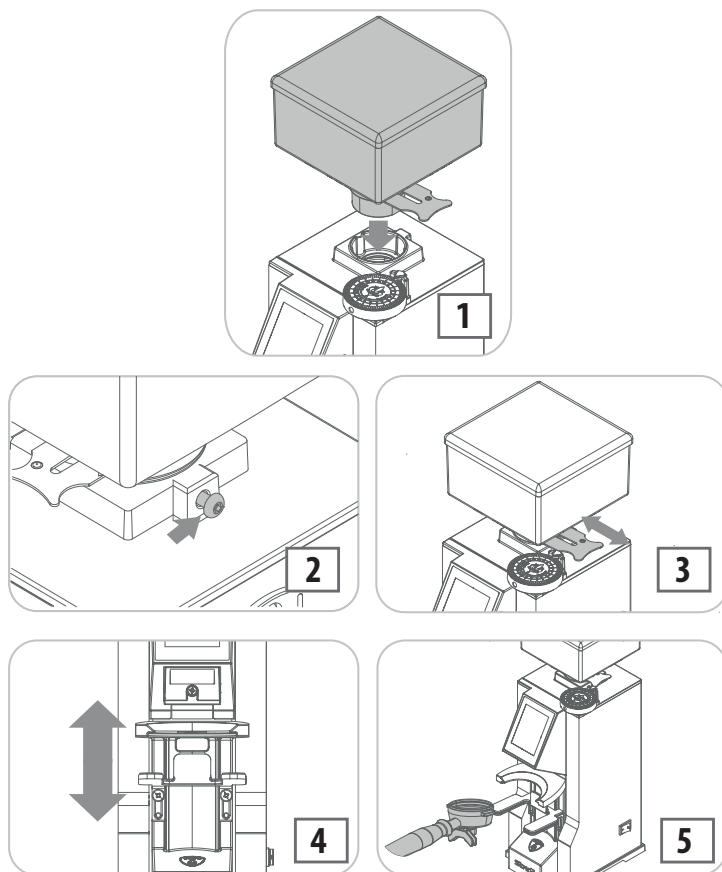

Fig. 7.1 - 예비 작업
- 원두 용기를 제자리에 삽입하고(1 - Fig. 7.1), 구멍이 뒷면의 나사와 일치하도록 위치를 맞춥니다(2 - Fig. 7.1).
- 원두가 통과하지 못하도록 탭을 밟니다(3 - Fig. 7.1).
- 나사(4 - Fig. 7.1)를 풀어 포트필터 포크의 높이를 조정합니다. 포크가 원하는 높이에 도달하면 나사를 다시 조입니다.